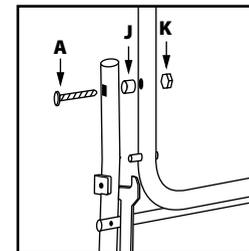

Fig. 4
- Attachez l'élément **4** à l'élément **3** à l'aide des fixations **A**, **J** et **K**. Ne serrez pas excessivement. Répétez la procédure de l'autre côté (**Fig. 4**). Notez la position des entretoises d'espacement **J** nécessaires au bon fonctionnement du chevalet.